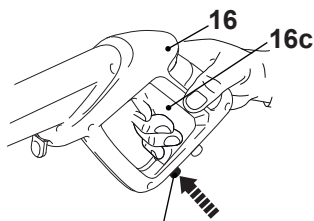

Fig. 28
7. Active el dispositivo de bloqueo del gatillo presionando el correspondiente botón (16d) y volver así a bloquear el gatillo (Fig. 28).
8. Desplace el interruptor de puesta en marcha/apagado (3) hasta la posición de apagado «O».